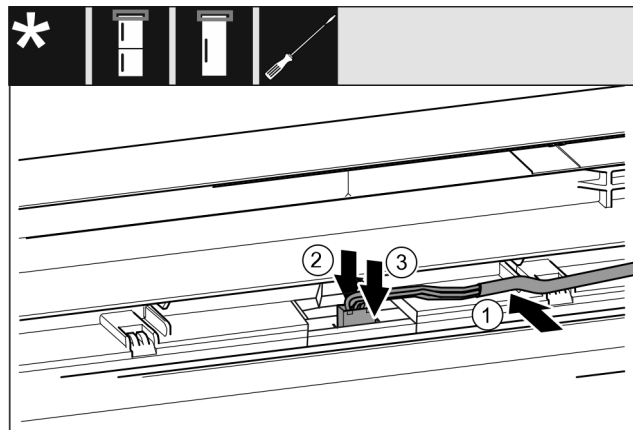

Fig. 44
- Поставете сивия кабел във водача в горната врата. Fig. 44 (1)
- Натиснете фиксиращия палец назад. Fig. 44 (2)
- Фиксирайте щекера. Fig. 44 (3)